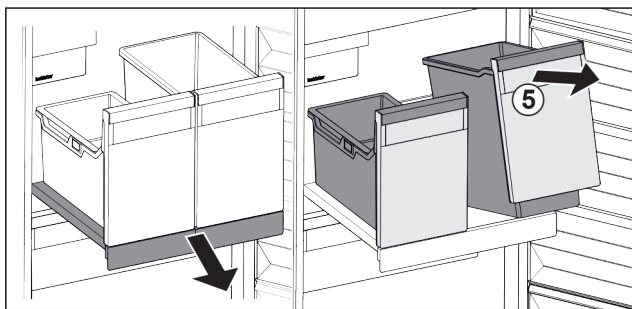

Fig. 123
- Bak Fig. 123 (5) aan voorzijde optillen.